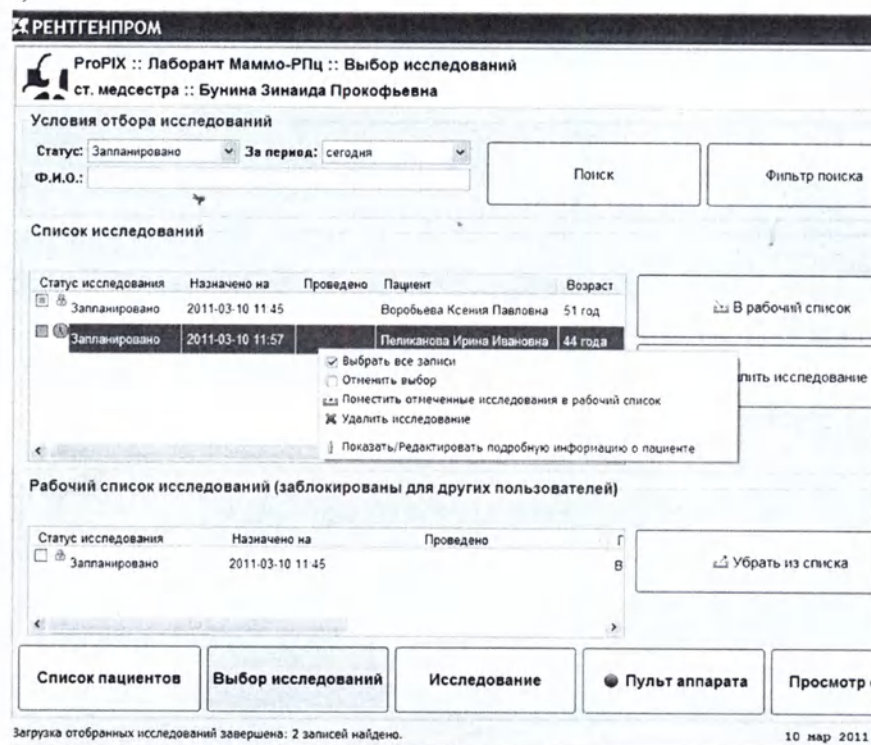

Рисунок 18 – Окно со списком запланированных исследований
- нажать кнопку «**Выбор исследований**» - на экран выйдет список запланированных регистратором (или лаборантом) исследований (рис.18);